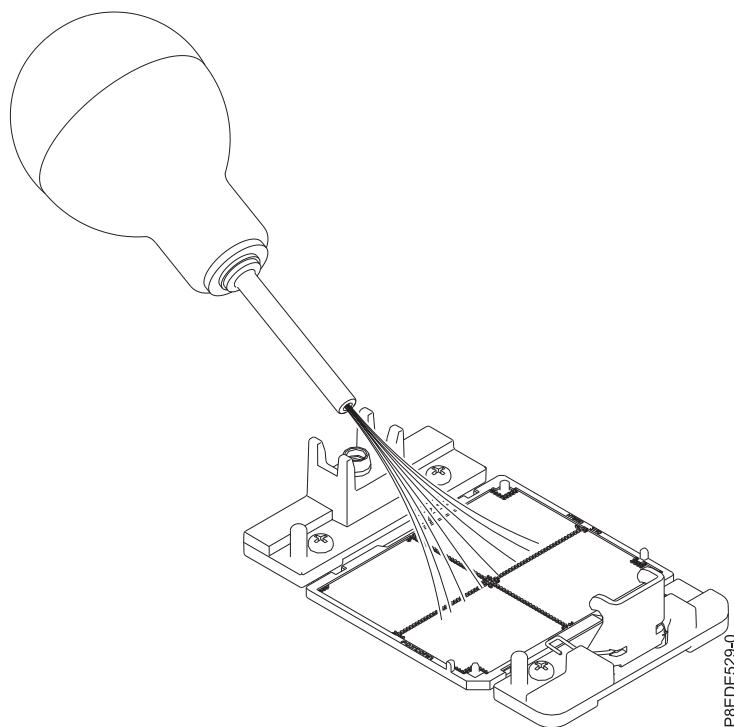

図 76. システム・プロセッサ・ソケットからほこりやごみを除去
- a. システム・プロセッサ・ソケットにほこりやごみが付着している場合は、提供されているエアポンプ (部品番号 45D2645) を使用してソケットをきれいにします。ソケットの中央から四方に向けて空気を少しずつ吹き出します (71 ページの図 76 を参照)。